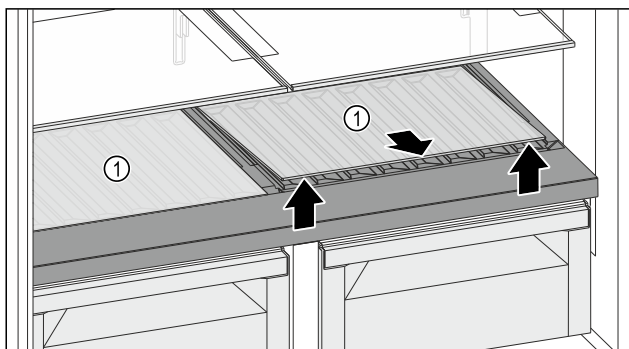

Fig. 122
- Een glasplaat of beide glasplaten Fig. 122 (1) bij de uitsparing aan de voorzijde optillen en verwijderen.
- Glasplaat / Glasplaten Fig. 122 (1) goed bewaren buiten het apparaat.